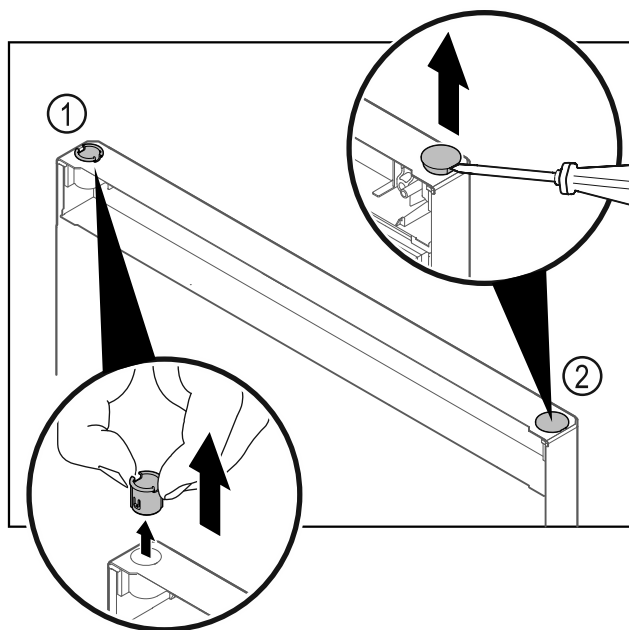

Fig. 19
- ▶ Húzza ki az ujjával a csuklópánt-perselyt Fig. 19 (1).
- ▶ A fedődugót Fig. 19 (2) egy csavarhúzóval óvatosan emelje meg és húzza ki.